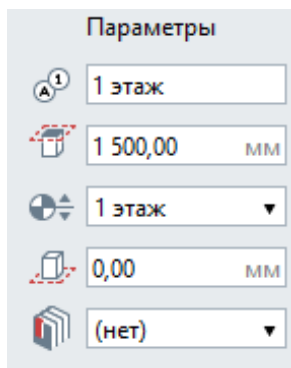

Рис. 2 Переименование уровня
4. В **Параметрах** изменим имя уровня - 1 этаж (рис. 2)